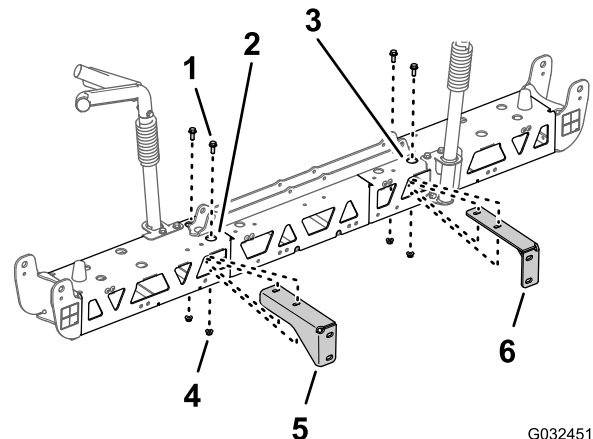

Figure 56
- Alignez les trous du support droit et les trous du cadre en treillis droit, comme montré à la Figure 56.
- Montez le support droit sur le cadre en treillis droit (Figure 56) à l'aide des 2 boulons à embase
- Répétez les opérations 2 et 3 pour le support gauche sur le cadre en treillis gauche (Figure 56).